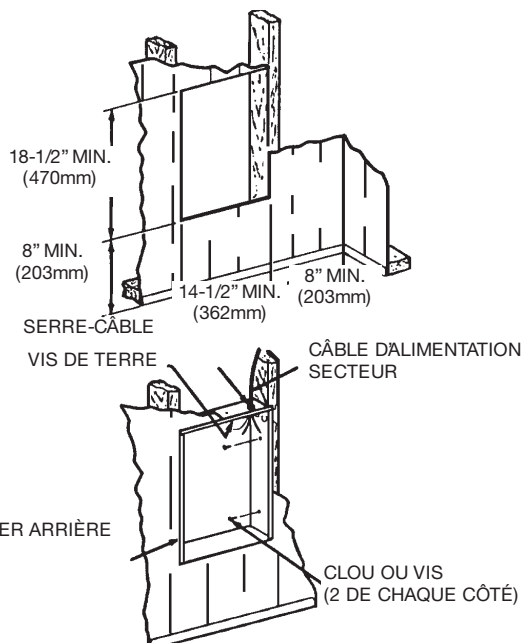

Figure 2 : Positionnement du boîtier arrière dans une construction existante
1. Préparez une ouverture murale de 14-1/2" (362 mm) de large sur 18-1/2" (470 mm) de haut à la hauteur de montage voulue, mais pas plus près que 8" (203 mm) d'un mur adjacent ou du sol (Voyez la Figure 2).